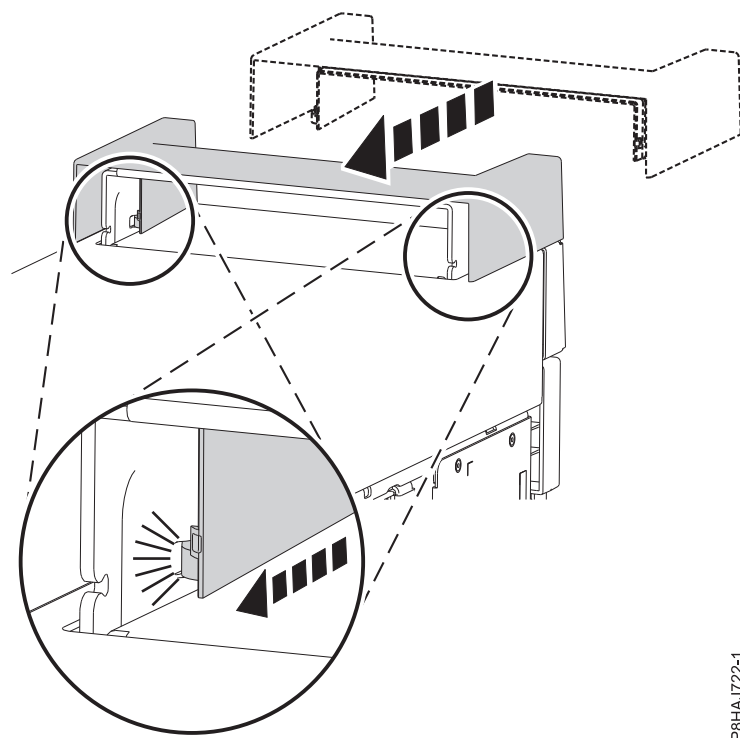

Figura 106. Fixació de la tapa de nansa en un sistema autònom 8286-41A
1. Colleu la tapa de nansa a l'estació d'acoblament RDX interna (FC EUA3) fent-la lliscar cap a la part posterior del sistema. Consulteu la Figura 106.